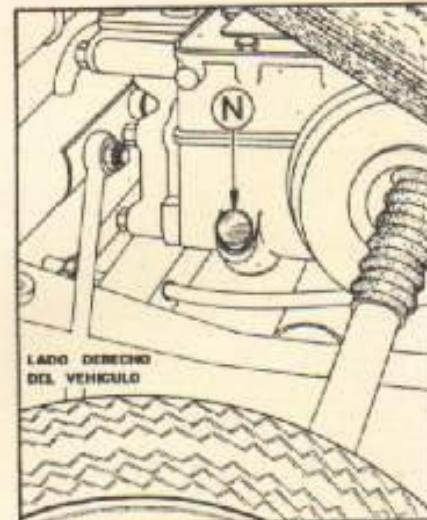

Fig. 25
- Cambiar el aceite de la caja de velocidades (N., fig. 25). El nivel debe llegar al ras del tapón (SAE 80 extrema presión). Cuidado: Utilizar exclusivamente viscosidad SAE 80.